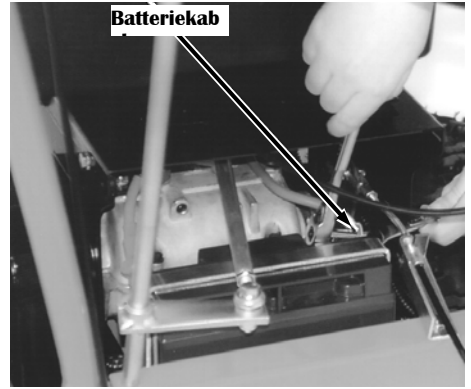

Abbildung 6
1. Schließen Sie das Minuskabel an den Minuspol an der Batterie an (**Abbildung 6**).